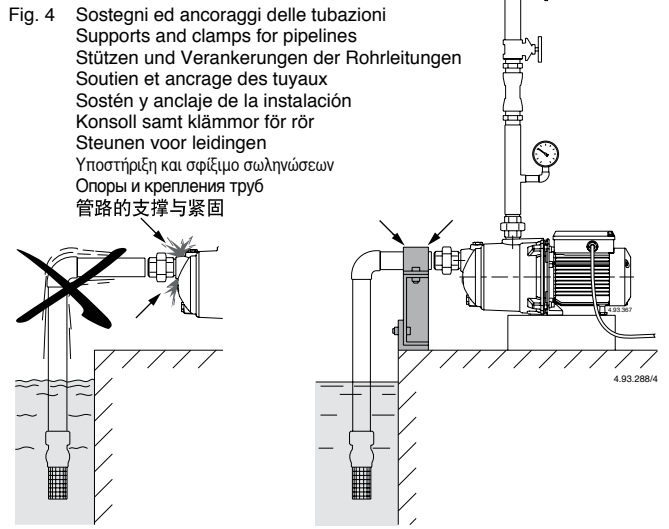

Fig. 4 Sostegni ed ancoraggi delle tubazioni
**Внимание! Закрепить трубы на соответствующих креплениях и подсоединить таким образом, чтобы они не передавали силы, напряжения и вибрацию на насос (рис. 4).**